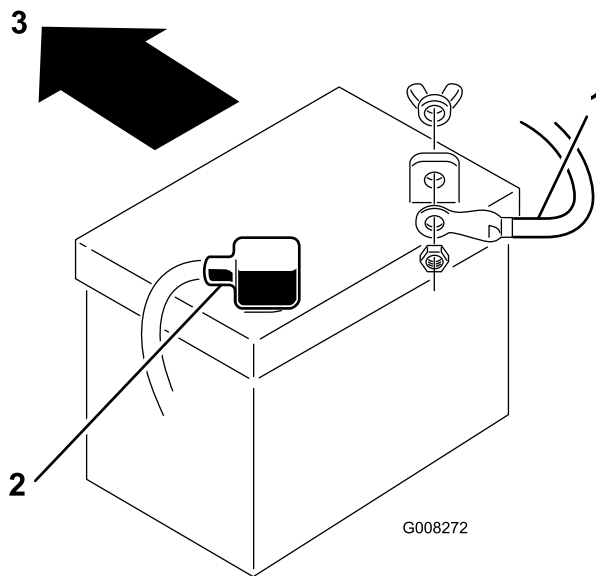

Bild 33
7. Klemmen Sie das Minuskabel (schwarz) vom Batteriepol ab (Bild 33).
9. Klemmen Sie das Pluskabel (Rot) vom Batteriepol ab (Bild 33).
1. Setzen Sie die Batterie in das Chassis ein. Die Batteriepole sollten zum Heck der Maschine zeigen (Bild 33).
3. Schließen Sie das Pluskabel (rot) mit der Schraube und der Flügelmutter am (+) Pluspol an (Bild 33). Schieben Sie die Gummiabdeckung über den Batteriepol.
4. Schließen Sie das (schwarze) Minuskabel mit der Schraube und Mutter am (-) Minuspol an (Bild 33). Schieben Sie die Gummiabdeckung über den Batteriepol.